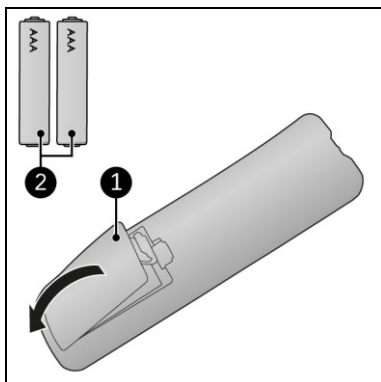

Figura 12
1. Scoateți capacul (Figura 12, poz. 1).
3. Introduceți două baterii (AAA 1,5 V) (Figura 12, poz. 2) așa cum este indicat în compartimentul pentru baterii. Asigurați-vă că introduceți bateriile în mod corect.
5. Scoateți bateriile din telecomandă (Figura 12).